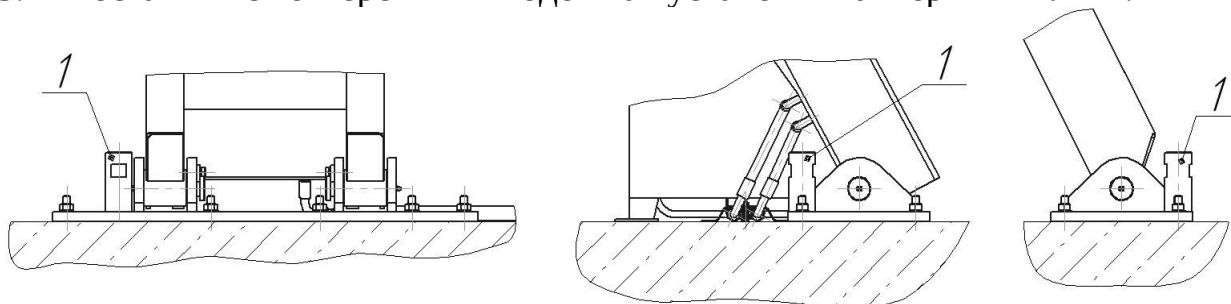

Рис. 4 Установка опор
5.3 Убрать временные подставки и опустить подъемник. Убедиться, что между платформой и подошвами находятся все опоры (рис. 4 поз. 1).
5.8 С внутренней стороны подъемника на четырех анкерах-шпильках открутить гайки, убрать шайбы и закрутить на их место опоры (рис. 4 поз.1).